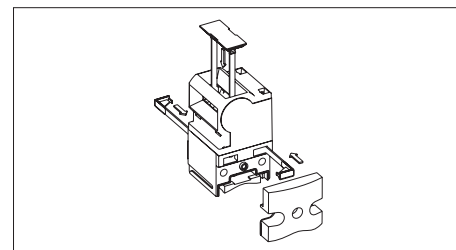

Fig. 2 : Mise en place des cales de sécurité et de l'obturateur de fente
3. Utiliser les cales de sécurité fournies comme protection antitorsion (fig. 2). Il n'est alors plus possible de changer ultérieurement la direction d'actionnement.